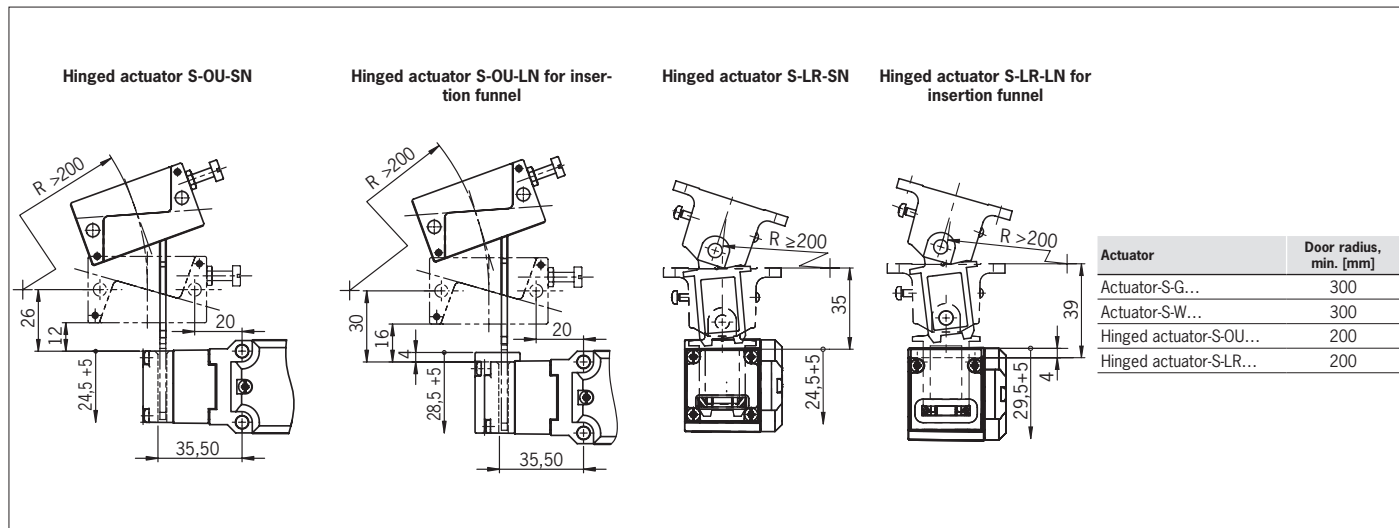

Fig. 4: Minimum door radii
- ▶ Tenez compte également du rayon de porte et des possibilités de fixation (voir Fig. 4).